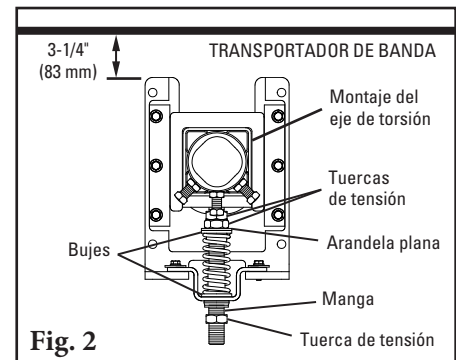

Fig. 2
- 2. Instale el eje.** Quite el tornillo de la mordaza del eje y levante o quite la mitad superior de la mordaza del eje del tensor en el lado más cercano del transportador y afloje el tornillo de la mordaza del eje en el lado opuesto. Deslice el eje a través del transportador y a través de la mordaza del eje que aflojó, luego coloque el extremo cercano del eje en la mordaza del eje restante (Fig. 2). Reemplace la mitad superior de la mordaza del eje, vuelta a instalar el tornillo y apriete ambos tornillos con la mano.
- 5. Reemplace la manga.** Coloque la manga sobre la barra de ajuste y gírela hasta que llegue a la mitad del buje. Reemplace la tuerca de tensión inferior y apriete hasta que bloquee la manga en su lugar (Fig. 2).